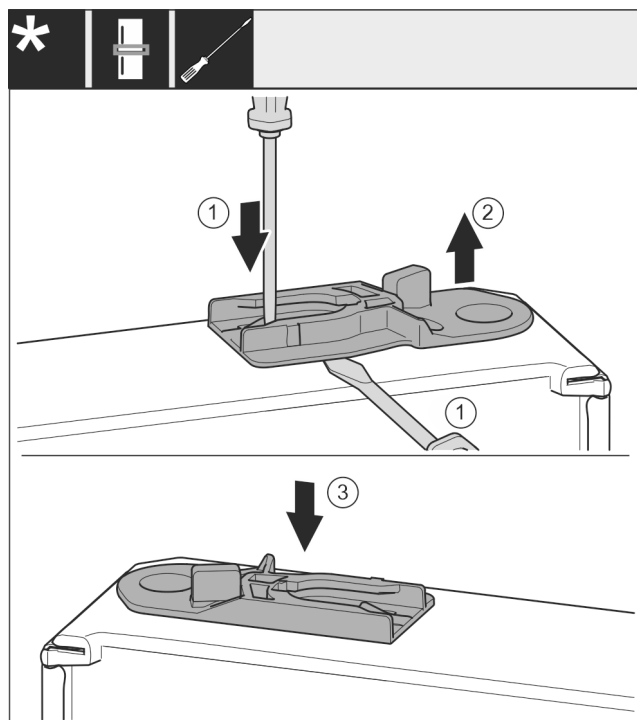

Fig. 38
- ▶ Vytáhněte vodící pouzdro: Stiskněte lamelu plochým šroubovákem a současně jím zajed'te pod vodící pouzdro. Fig. 38 (1, 2)
- ▶ Vodící pouzdro, které je součástí rozsahu dodávky nasuňte na druhé straně skříně. Fig. 38 (3)